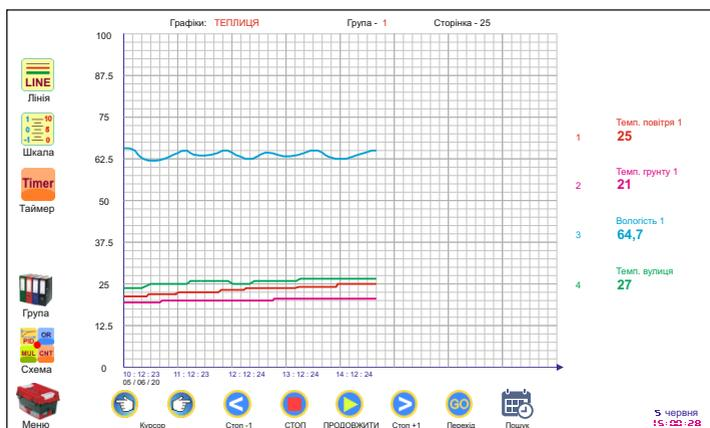
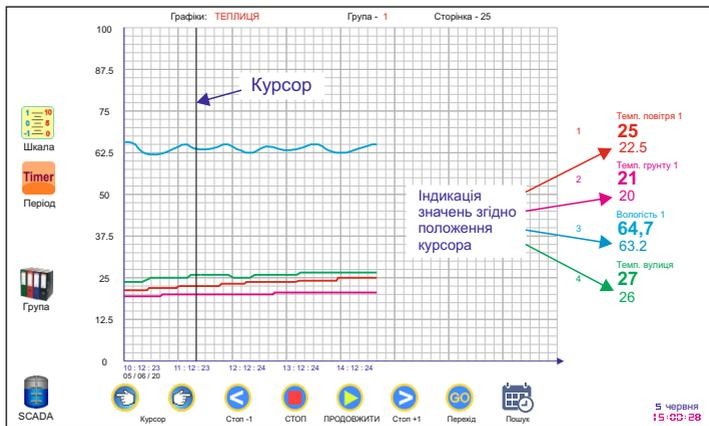

Рис. 98 Функціональний блок «Графік». Захід у блок з меню Процес.
Рис. 100 Блок «Графік». Захід у блок з меню SCADA.
Вікно **Назва графіка** стосується також всіх 32-х каналів. У ньому надається загальне ім'я, яке розташовується над графіком (Рис. 98). Ім'я може складатися максимум з 12-ти знаків.
У вікні **Назва каналу** надається ім'я даному каналу, яке буде індукуватися в таблиці з'єднань входів-виходів та у меню Процес, праворуч від графіків (Рис. 98).
6.5 В меню **Процес** блок Графік представлений у вигляді системи координат, горизонтальна вісь якої відображає реальний час, а вертикальна - величину параметра у відсотках від встановленої шкали (Рис. 98).
Праворуч від системи координат містяться назви 4-х каналів вимірювання даної групи графіків та їх значення у реальному режимі часу (Рис. 98). Кольори каналів відповідають кольорам ліній відповідних графіків.
При натисканні кнопки **керування курсором**, на полі графіка з'являється курсор у вигляді тонкої вертикальної лінії, яка рухається відповідно до натискань на кнопки вліво або вправо, а також, індикація 4-х каналів графіка (Рис.100).
На кожну групу графіків можна вивести будь-який номер графіка (будь-який номер входу блока **Графік**). На Рис. 98 та 100 видно, що на першу групу графіків виведені графіки 1, 2, 3, 4. Ці номери стоять навпроти кожного каналу вимірювання, праворуч від системи координат. Для зміни каналу вимірювання (реєстрації) необхідно натиснути на необхідний номер (у даному випадку це номери 1, 2, 3 або 4), після чого на екрані з'явиться клавіатура, на якій встановлюється новий номер каналу і натискається кнопка Enter.
Лівий рядок кнопок має різний вигляд в залежності від того, з якого меню відбувається захід у блок. На Рис. 98 показано захід у блок з меню **Процес** (для програміста, інженера чи іншого спеціаліста, який має доступ до схеми технологічного процесу у контролері), а на Рис. 100 - з меню **SCADA** (для оператора).
Номер групи, що переключасться, контролюється відповідним написом над системою координат, (Рис. 98, 100).